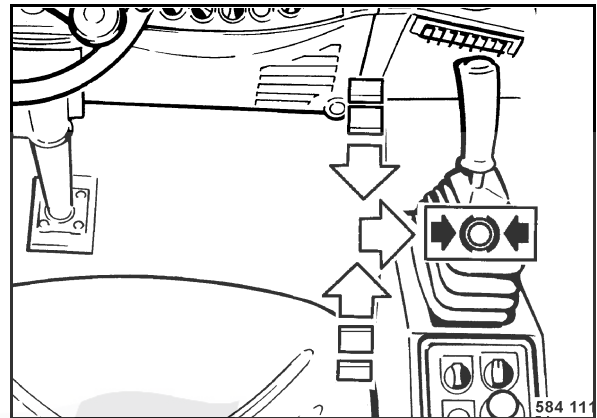

fig. 52
- Ramener lentement le levier de commande de marche (fig. 52) sur position neutre puis l'encraner vers la droite sur position de freinage.